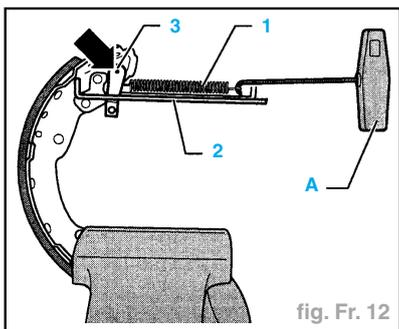

fig. Fr. 12
- Décrocher le ressort de rappel du haut (3) avec le crochet A.
- Décrocher le ressort de contact (1) avec le crochet A (fig. Fr. 12).
- Séparer la tige de pression (2) et la clavette (3) du segment de frein.
- Accrocher le ressort de contact (1) dans la tige de pression (2) avec le crochet A (fig. Fr. 12).
- Installez simultanément la clavette (3).